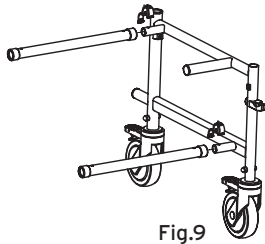

Fig.9
- Introduza os tubos de fixação na estrutura do lado esquerdo ou direito, linhe os furos e insira as molas em C, conforme ilustrado na fig.9;